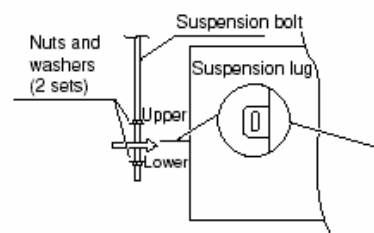

Fig. 10
3) Passez les 2 écrous hexagonaux et les 2 rondelles (fourniture chantier) sur chacun des 4 tiges filetées de la manière illustrée aux figures 10, 11 et 12. Utilisez 2 écrous et 2 rondelles pour la partie supérieure et 2 écrous et 2 rondelles pour la partie inférieure afin que l'unité ne se décroche pas des pattes de fixation.